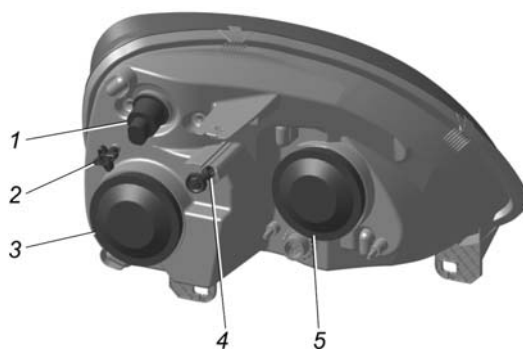

Рис. 8.5. Блок-фара:
**Головные фары.** Для замены ламп ближнего света и габаритного огня в блок-фаре необходимо снять резиновую крышку 3 (рис. 8.5).
– отрегулировать световые пучки ручками 2 (рис. 8.5) и через гнездо 4 поочередно для каждой фары.